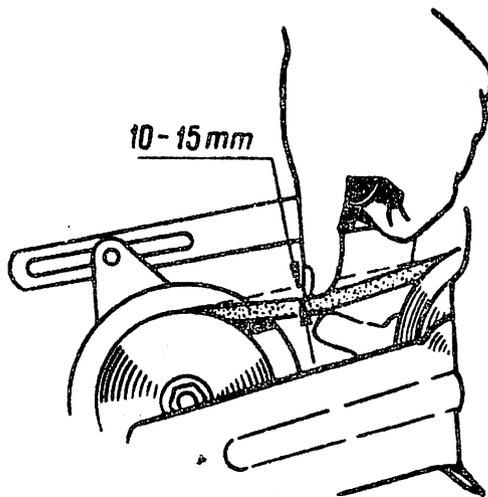

Abb. 8. Überprüfung der Spannung des Ventilatorriemens
4. Jede 1500 *km* die Spannung des Ventilatorriemens überprüfen (Abb. 8). Die normale Durchbiegung des Riemens muß 10—15 *mm* betragen.